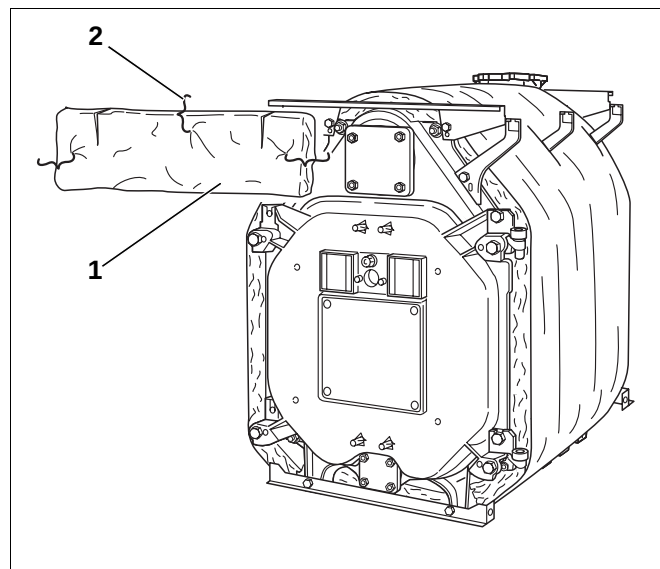

Abb. 46 Vorderen Wärmeschutz montieren
- Rechteckigen Wärmeschutz (Abb. 46, **Pos. 1**) mit den Einschnitten nach oben vorne über der Tür anbringen.
- Wärmeschutz mit 3 Spannfedern (Abb. 46, **Pos. 2**) an dem Blockwärmeschutz befestigen.